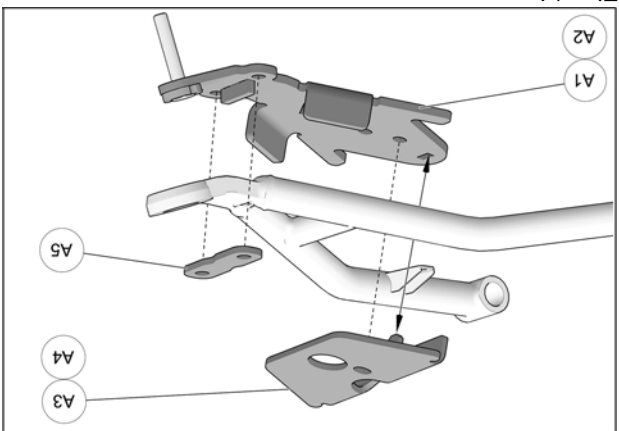

Fig. 14
5. Positionner la partie inférieure de l'ancrage anti-rotation (A1-A2) sous le bras de suspension inférieur. Positionner les parties supérieures (A3-A4-A5) sur le bras de suspension et aligner les trous des parties supérieures avec ceux de la partie inférieure. Voir la Fig. 14